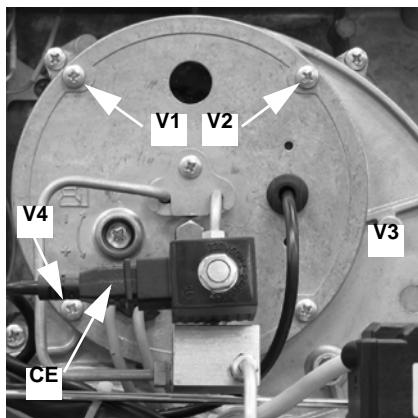

Рис. 49
- Отвинтить 4 винта **V1** - **V4**, указанные на Рис. 49 .
- Снять соединительный разъем **CE** электроклапана **EV2** (Рис. 49).
- Установить на место головку сгорания и закрепить ее 4-мя винтами V1 - V4 (Рис. 49).